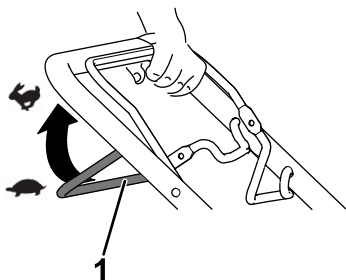

Figura 10
- Per innestare la trazione automatica, tirate la barra della trazione automatica verso la stegola e mantenete la posizione (Figura 10).